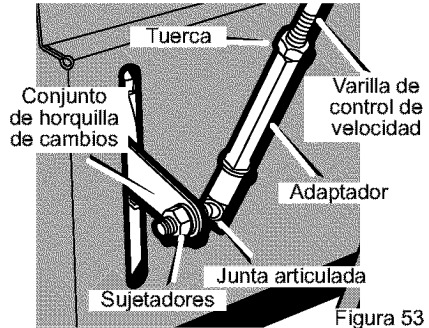

Figura 53
2. Conecte el **junta articulada**, ubicada en el extremo inferior de la **varilla de control de velocidad** al **conjunto de horquilla de cambios**. Vea la Figura 53. La fábrica se encarga de conectar los **sujetadores** a la **junta articulada**.